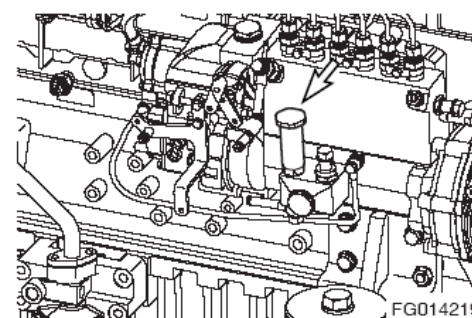

Рис. 68
2. С помощью ручного заливочного насоса (рис. 68) закачать топливо топливный фильтр грубой очистки. Закачивать топливо до тех пор, пока оно не покажется у отверстия заглушки на головке топливного фильтра.